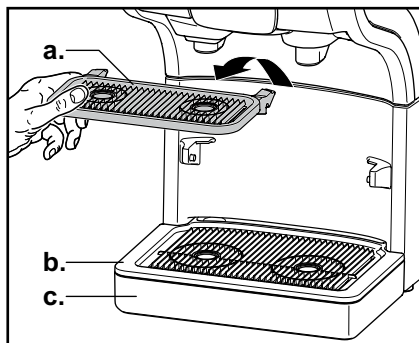

Fig. 49
2. Fjern kopbakken (a.), drypristen (b.) og drypbakken (c.), (fig. 49)